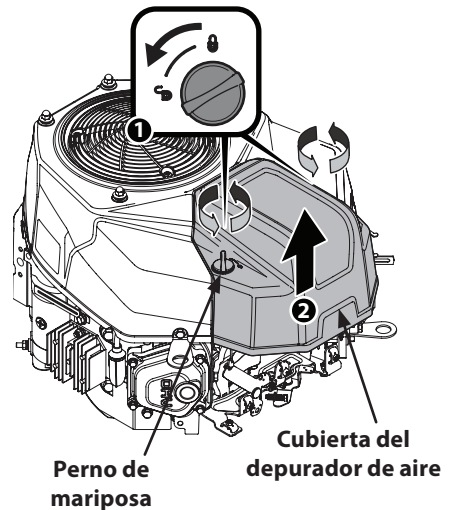

Figura 6-4
2. Retire la cubierta del depurador de aire. Vea la Figura 6-4.